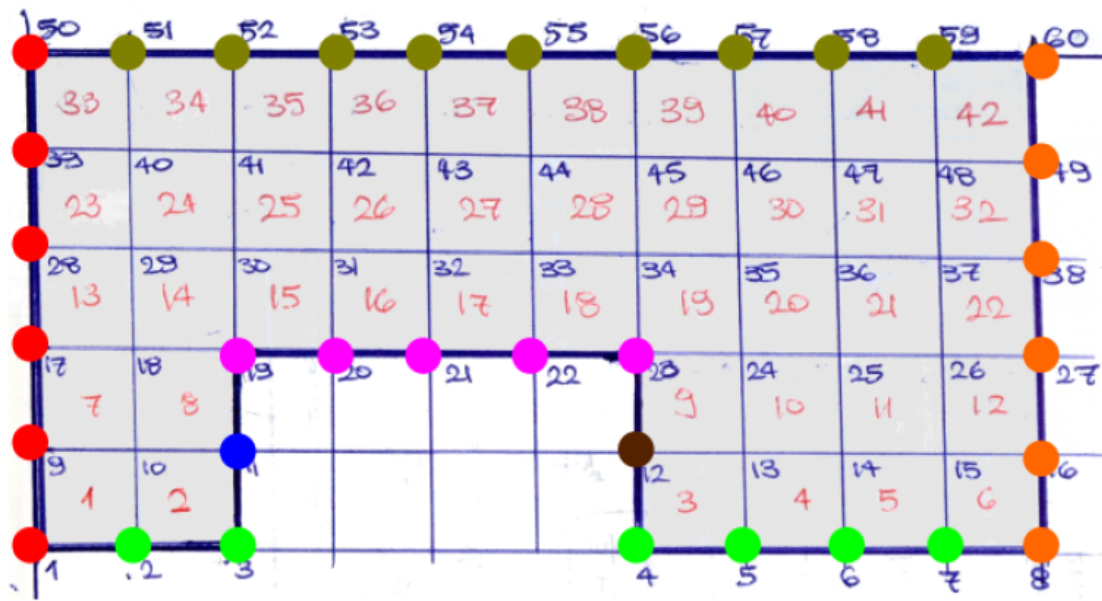

Figura 5: Discretización del Dominio diferenciando fronteras
- (g) Los nodos restantes corresponden a los exteriores pero estos a su vez deben agruparse según en que frontera están. Cree un vector por cada segmento de frontera y anote en dicho vector los números de los nodos de dicha frontera. Los nodos de las esquinas están en dos fronteras a la vez pero solamente anótelos en un vector (no en los dos) priorizando la frontera con condición de flujo distinto de cero. Las agrupaciones quedarían como indica la figura 5: